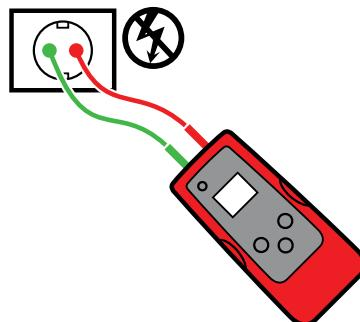

Figura 3.5a
3. Ligue os cabos de teste verde e vermelho aos cabos de linha e neutro da mesma tomada ou cabo (ver Figura 3.5a).